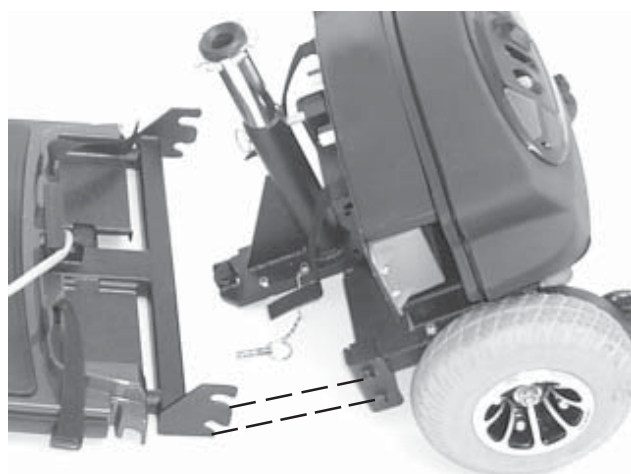

Figure 18. Positionnement des composantes
2. Placez les sections du scooter tel que montré dans la figure 18.